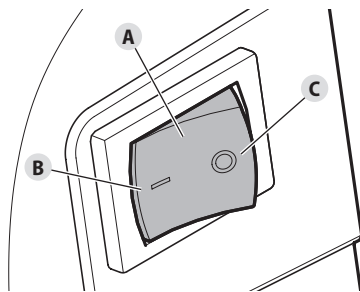

Fig. 11
REMARQUE : il n'est pas nécessaire de démarrer l'appareil. L'interrupteur de marche/arrêt (Fig. 11-A) est constamment en position de **Marche (I)** (Fig. 11-B).
- Appuyez sur l'interrupteur de marche/arrêt (Fig. 11-A) et maintenez-le enfoncé en position d'**Arrêt (O)** (Fig. 11-C) jusqu'à ce que le moteur s'arrête complètement.